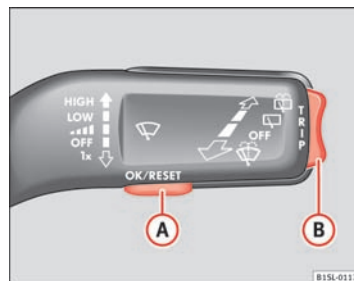

Fig. 11 Betjeningsarm til viskere: knap (A) til betjening af visningspunkter og vippeknop (B) til skift mellem visningspunkter
- Skift eventuelt til visningen af klokkeslættet ved at trykke vippekappen ⇒ Fig. 11 B opad eller nedad.
- Hvis der vises en information eller et piktogram af bilen, skal du trykke på knappen **OK/RESET** (⇒ Fig. 11 (A)).
- Tryk øverst eller nederst på vippeknappen (B), indtil det ønskede visningspunkt bliver vist.